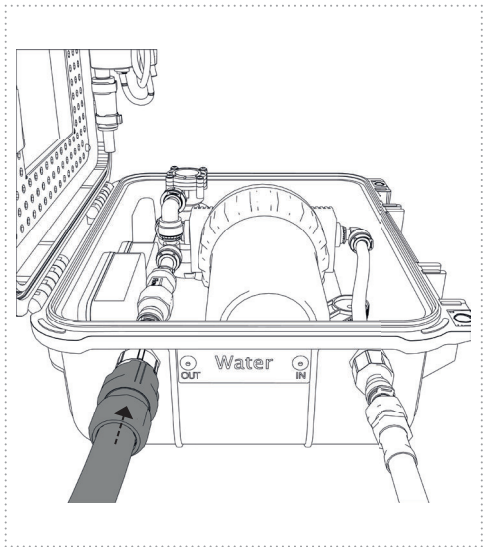

Figure 17
8. Raccordez le tuyau compatible Gadena (Water OUT) (Fig. 17) et placez l'extrémité du tuyau dans le bidon/réservoir/récipient à remplir